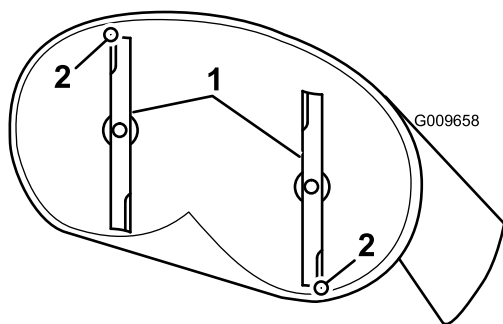

Figura 56
4. Girate con cautela le lame in modo che siano disposte longitudinalmente (Figura 56).
5. Misurate il valore dalla punta della lama anteriore e dalla punta della lama posteriore alla superficie piana (Figura 56). Se la punta della lama anteriore non è inferiore alla punta della lama posteriore di 1,6–7,9 mm, regolate il dado di bloccaggio anteriore.
8. Una volta effettuata la regolazione, ricontrollate l'inclinazione longitudinale. Continuate a regolare il dado finché la punta della lama anteriore non è più bassa di 1,6–7,9 mm rispetto a quella posteriore (Figura 56).